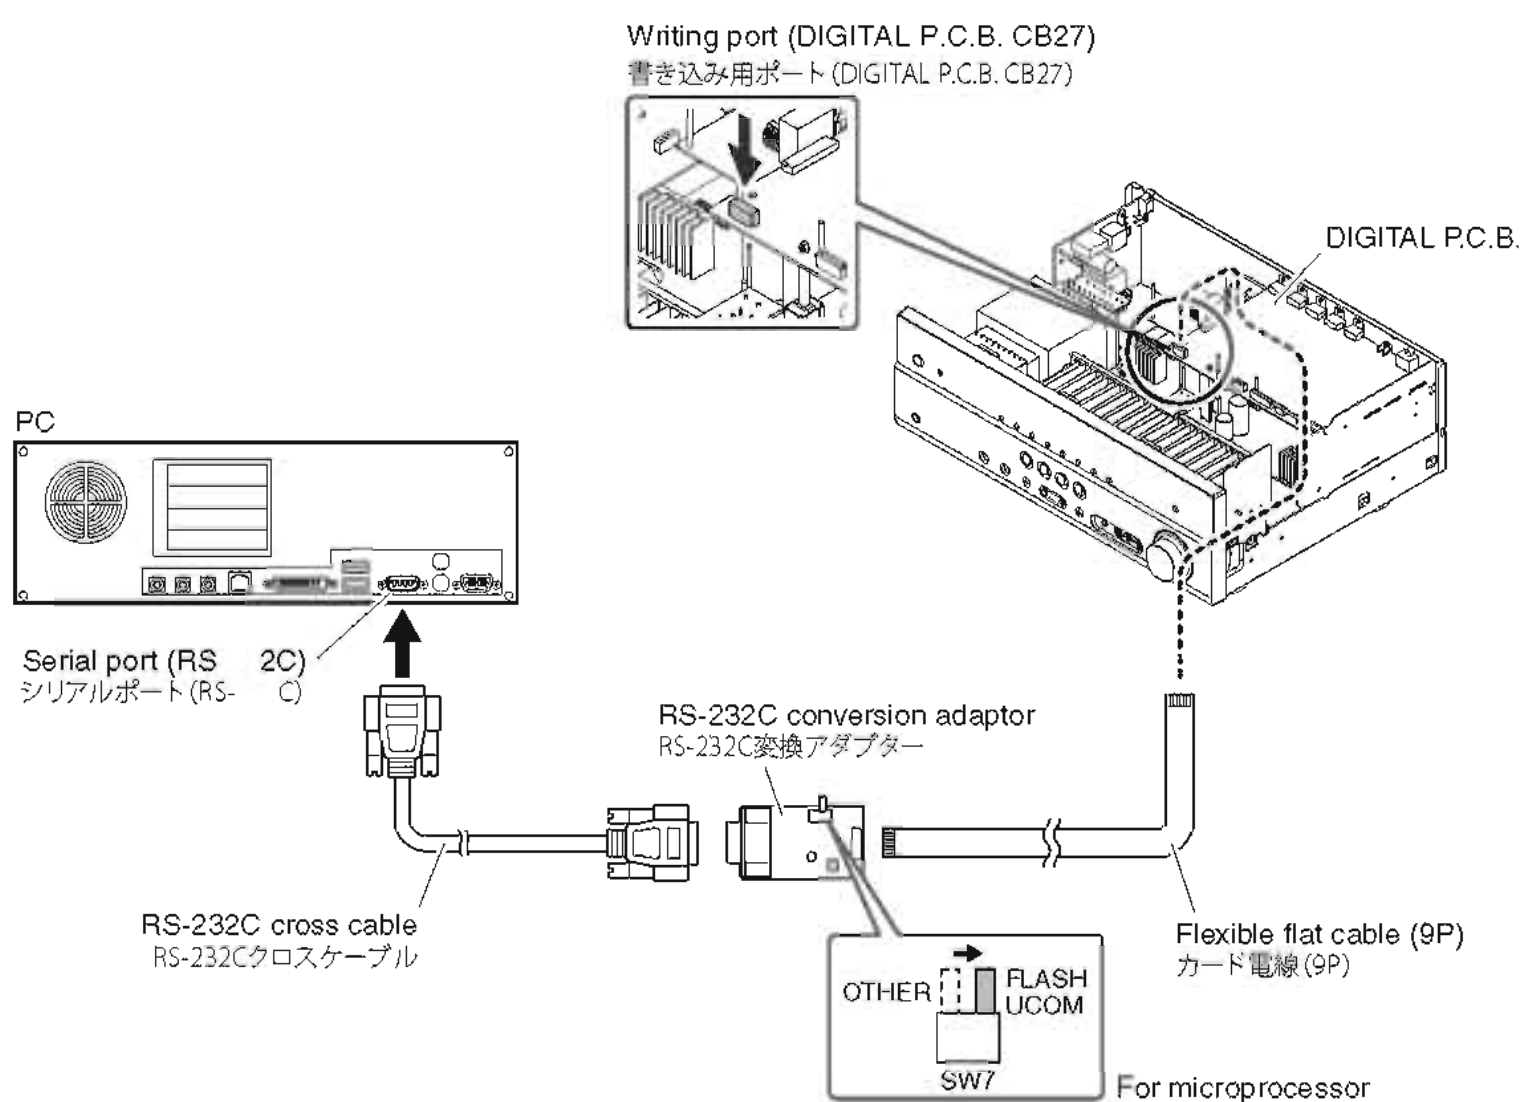

Fig. 1
- 2. Connect the writing port (CB27 of the DIGITAL P.C.B.) of this unit to the serial port (RS-232C) of the PC with RS-232C cross cable, RS-232C conversion adaptor and flexible flat cable as shown below. (Fig. 1)
- 3. Set the switch (SW7) of RS-232C conversion adaptor as shown below. (Fig. 1)
- 2. 本機の書き込み用ポート (DIGITAL P.C.B. の CB27) と PC のシリアルポート (RS-232C) を下記のように接続します。(Fig. 1)
- 3. RS-232C 変換アダプターのスイッチ (SW7) を下記のように設定します。(Fig. 1)